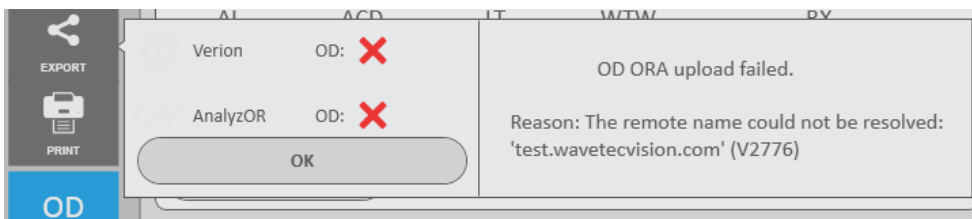

Рис. 52. Сообщение об ошибке при неудачном экспорте в ORA из-за отсутствия соединения или невозможности сопоставления
- Выберите запись в списке и нажмите **Review** (Просмотр) (Рис. 52). Отображается таблица с перечнем клинических случаев, включенных и исключенных из статистического рассмотрения.